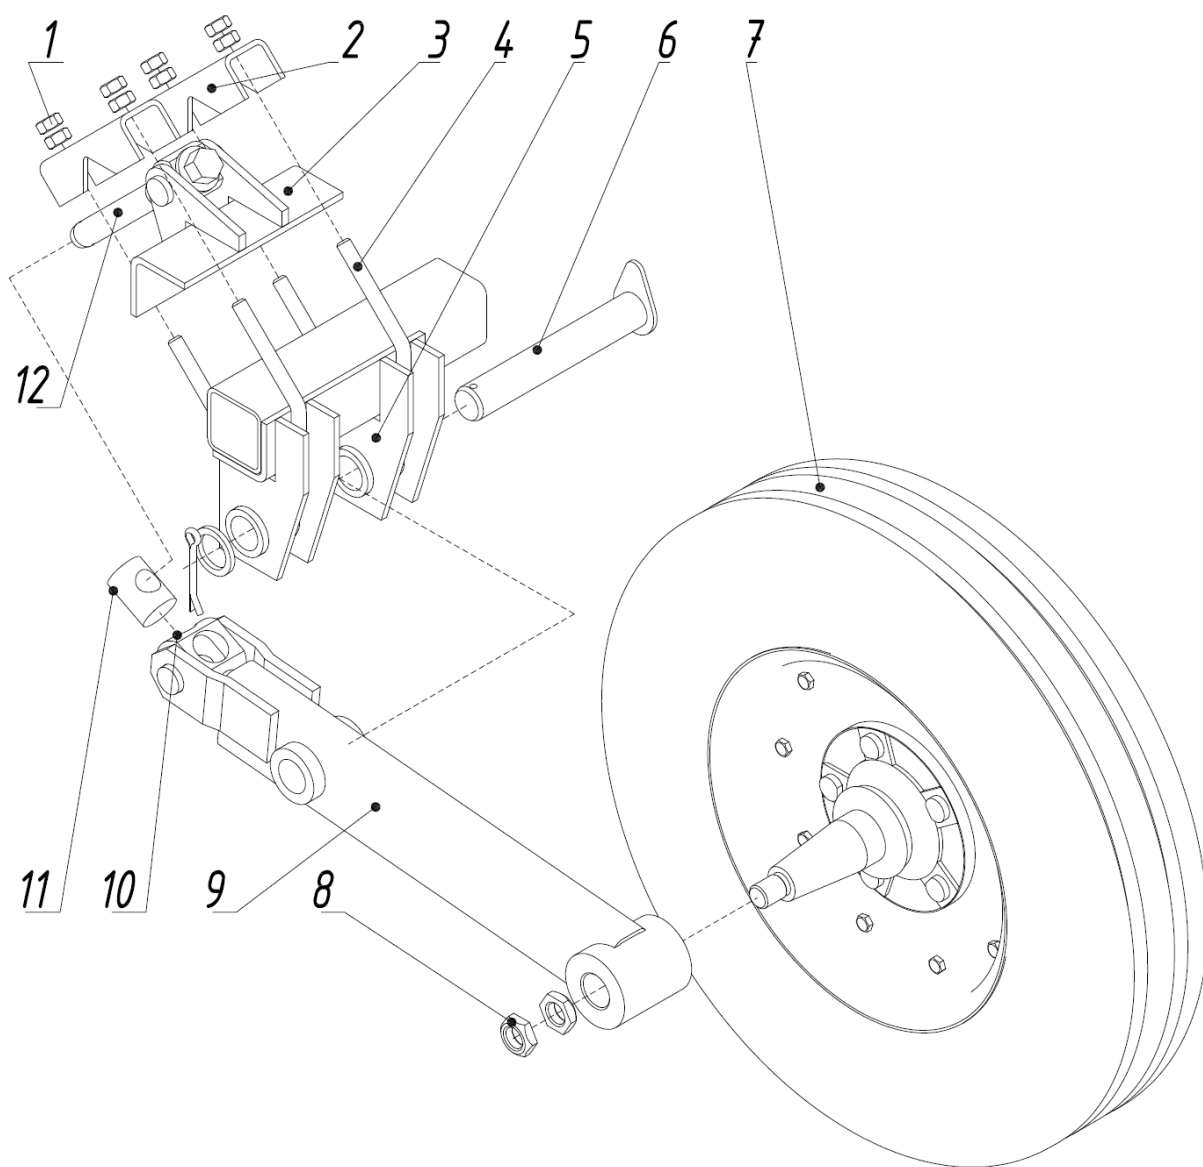

Рис.14 Колесо опорное боковых секций.
2.17. Колеса опорные (Рис.14) боковых секции предназначены для установки глубины хода рабочих органов боковых секций.